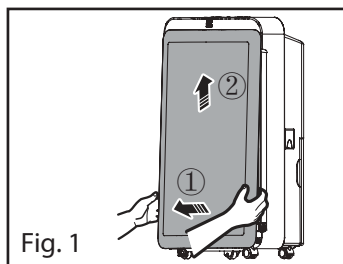

Fig. 1
Pressione os cliques (12) de ambos os lados do painel frontal (11) e abra o painel frontal a cerca de 20° (Fig. 1, passo ①). Em seguida, puxe o painel frontal tal como na Fig. 1 passo ② para remover o painel.